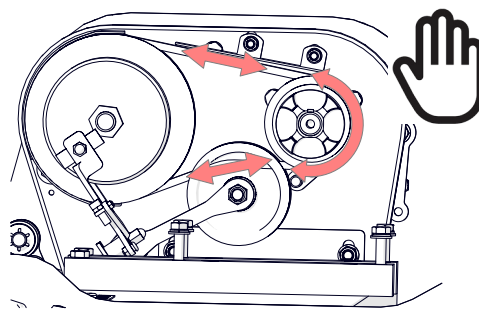

Abb. 15H – Korrekte Spannung durch Drehen der Riemenscheibe von Hand prüfen.
10. Den Antriebshebel einlegen. Sicherstellen, dass sich der Riemen bewegt und die Antriebswellen-Riemenscheibe dreht (Abb. 15H), wenn die Abtriebswelle (manuell) gedreht wird. Dazu die Spannung von Kabel und Arm einstellen.